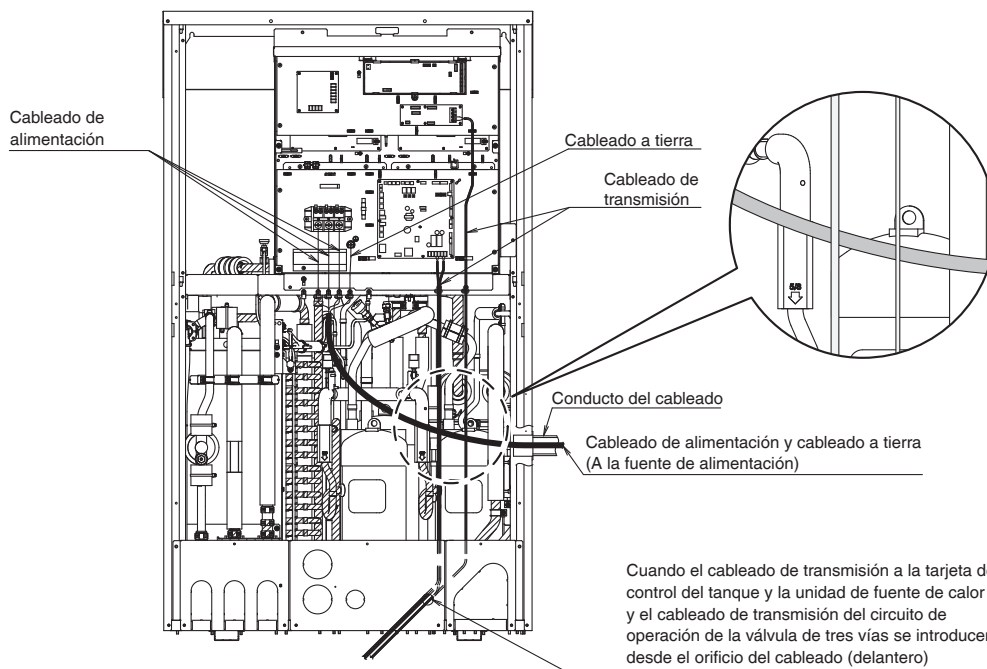
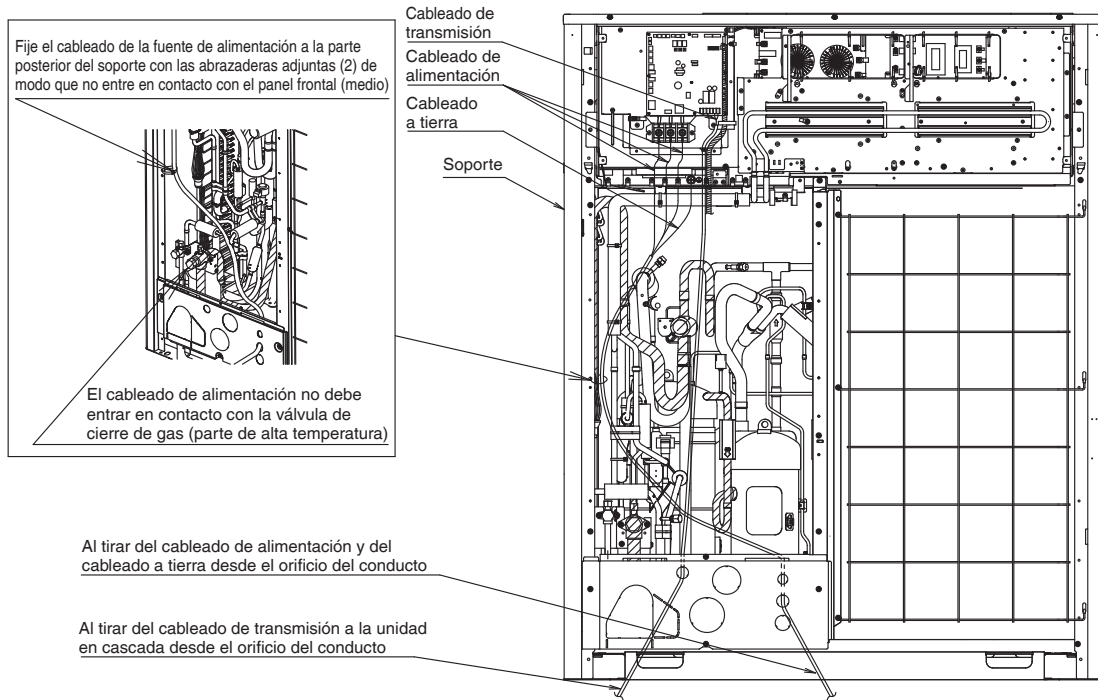

Fig. 27
Fig. 28
- Consulte la Fig. 27 y la Fig. 28 para ver el cableado.
- Guíe los cables de manera que no entren en contacto con el compresor ni con las tuberías de alta temperatura (▨) en Fig. 27 y Fig. 28).